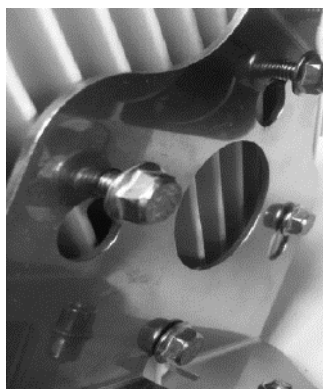

Рис. 18
2) Взяв радиоблок за ручку корпуса, установите его на опорно-юстировочное устройство (ориентацию в вертикальной плоскости радиоблока выполнять согласно предписанию на поляризацию). Сместите радиоблок и предварительно закрутите болты (Рис. 18);